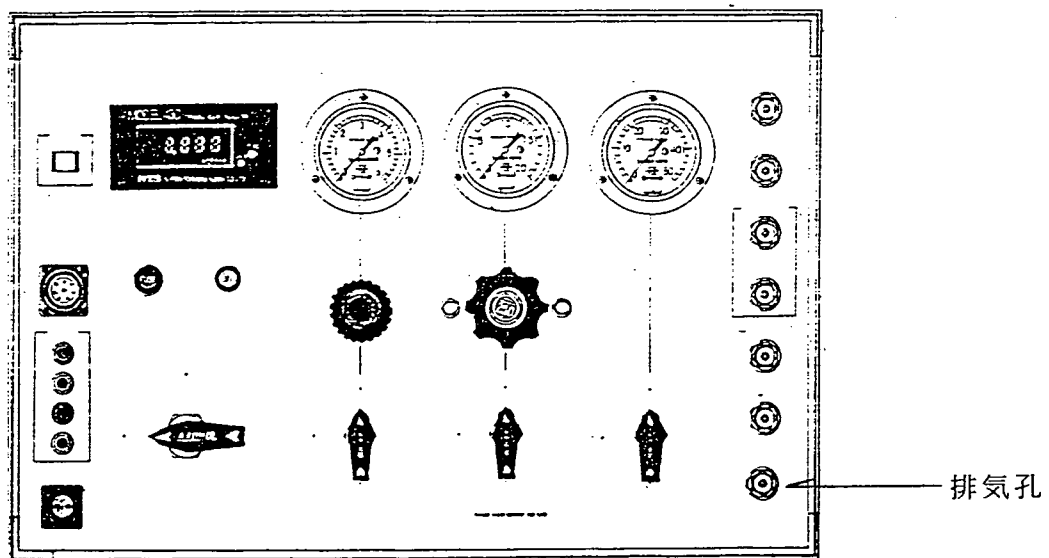

図2-1 圧力制御装置（改良後）
- ①コントロールチューブを通ってくる水滴が装置内に溜るのを防ぐため図2-1に示した通りパネル全面に排気孔をつけ外部排気に変更した。